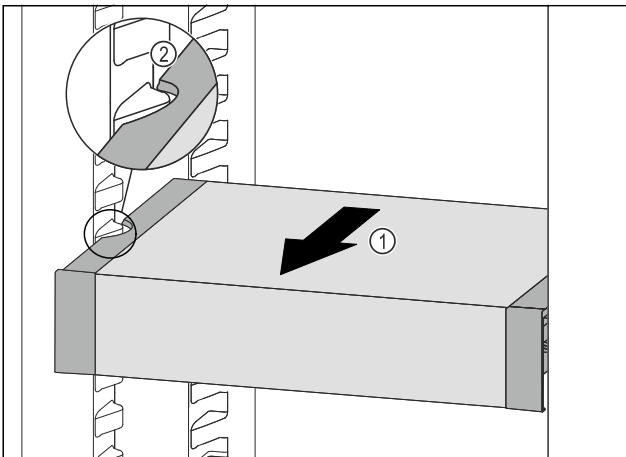

Fig. 93
► Потягнути VarioSafe вперед Fig. 93 (1), поки бокові заглиблення VarioSafe не опиняться на рівні ребра для ємності в охолоджувальному відділенні. Fig. 93 (2)